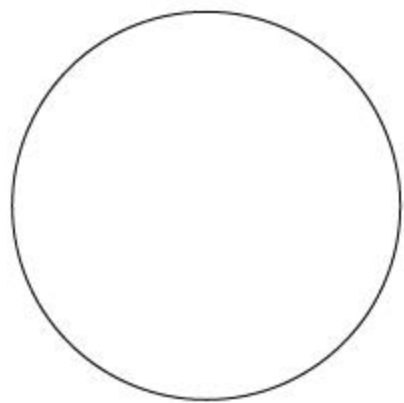

图8-61 绘制圆形
- 01 调用C【圆】命令，绘制半径为550的圆形，如图8-61所示。